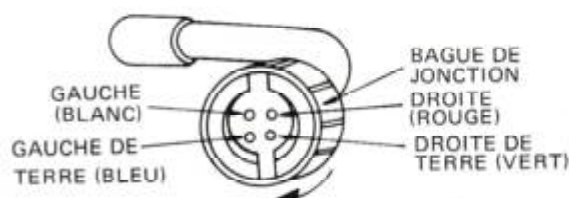

Fig. 14
b) Pour rallonger la coque, tourner la bague de fixation dans le sens indiqué par la flèche. (Voir la Fig. 14) La coque pourra ainsi être retirée. Pour la monter, engager les gonds du cylindre de tête aux fentes du cylindre de prise. Pousser légèrement la coque et tourner la bague de fixation dans le sens inverse de celui qui est indiqué par la flèche.
c) Les polarités du bras sont indiquées par la Fig. 14. Voir cette figure pour connecter les bornes de coque à celles de cartouche.